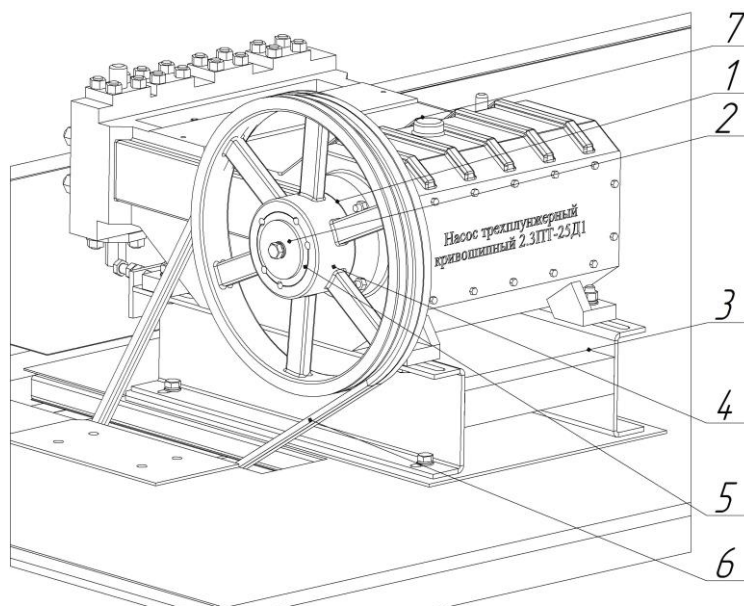

Рисунок 2 - установка насоса 2,3 ПТ
2.2. Установка насоса 2,3ПТ для модификации UNISTEAM-M2 (см рис. 2)